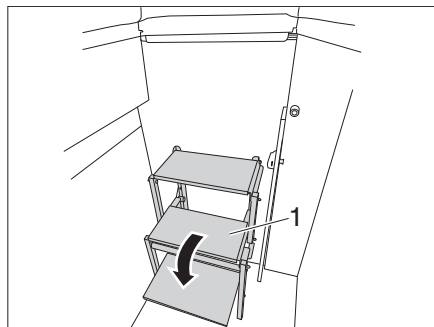

Fig. 56 Déployer le marchepied
- Déployer le marchepied (Fig. 56,1).
- Replier le marchepied (Fig. 56,1).